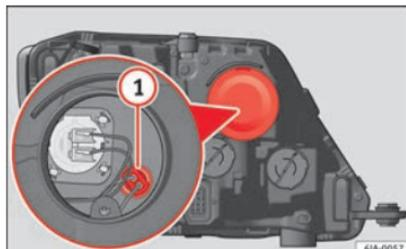

Fig. 90 Sostituzione della lampadina per le luci di posizione.
» **fig. 90.**
- Estrarre il portalamпада » **fig. 90** **1** tirandolo verso l'esterno.